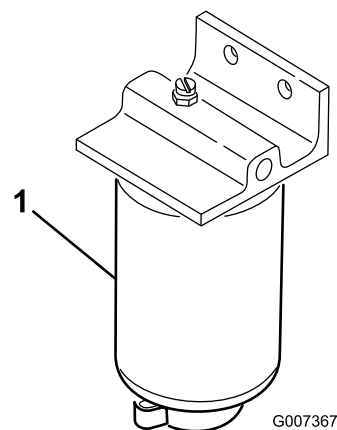

Figura 61
1. Coloque um recipiente limpo debaixo do filtro de combustível(Figura 61).